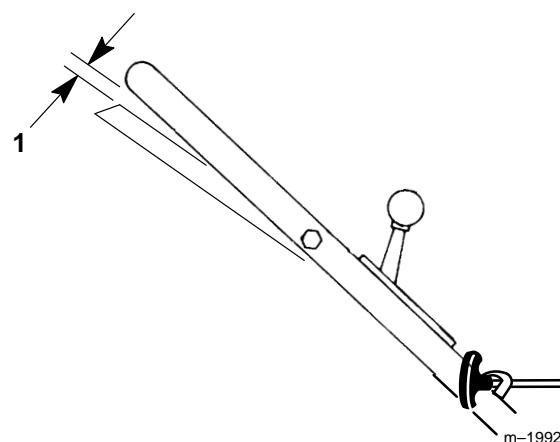

Figure 23
3. COMPRUEBE EL AJUSTE—Hale lentamente la cortadora hacia atrás mientras mueve gradualmente la barra de control hacia la manija. El ajuste es correcto cuando las ruedas traseras paran de girar y la barra de control está a 1 pulgada de la manija (Fig. 23).